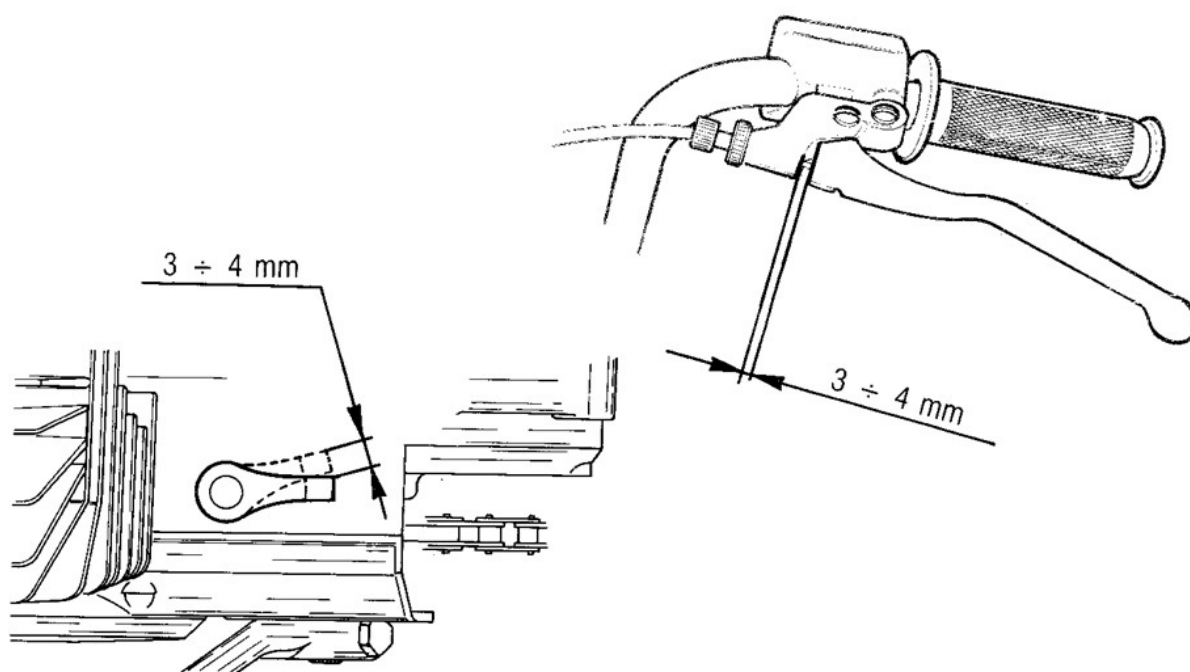

FIG. 4 Controllo gioco frizione
- 4) CONTROLLARE periodicamente la corretta registrazione della frizione verificando che la corsa a vuoto della leva di comando sul manubrio o sul motore sia di $3 \div 4$ mm (fig. 4).